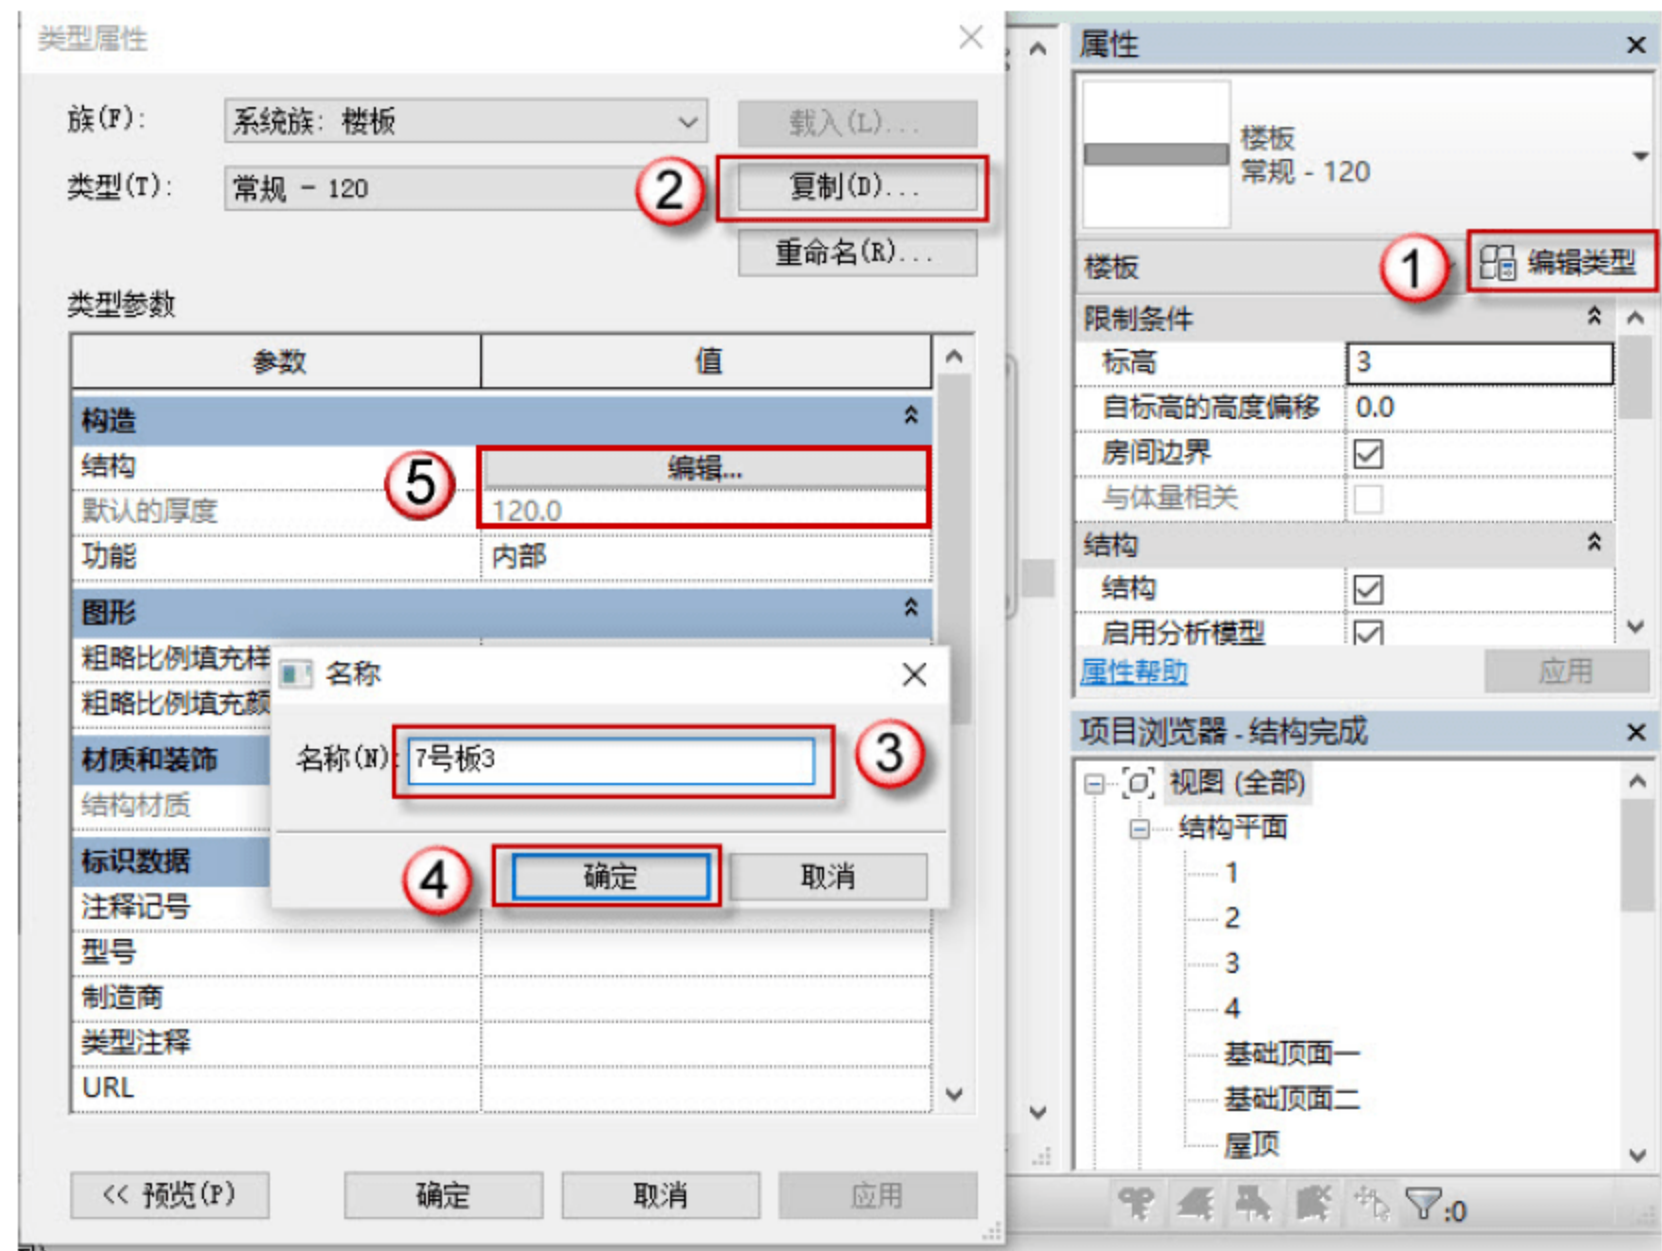

图 4.4.28 修改 7 号板
(8) 修改 7 号板，选中 7 号板，单击“编辑类型”按钮，在弹出的对话框中，单击“复制”按钮，在弹出的对话框中命名为“7 号板 3”，单击“确定”按钮。单击“编辑”按钮，修改板厚为 120，如图 4.4.28 所示。